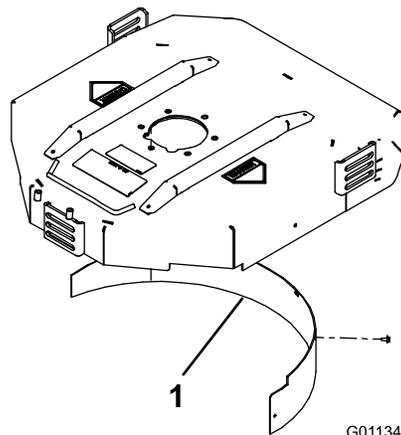

Рисунок 10
2. Установите дефлектор для мульчирования на заднее отверстие и закрепите с помощью 5 болтов с фланцевой головкой (Рисунок 10).